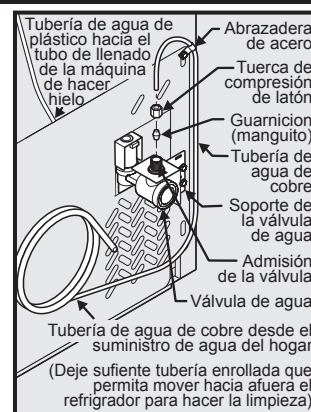
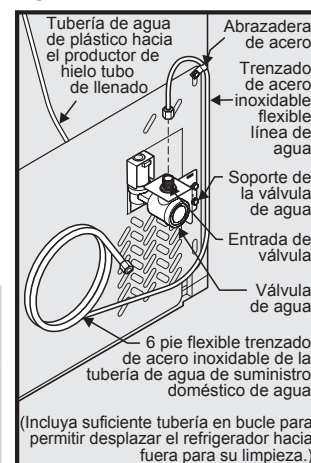

figura 1
figura 2
4. Si utiliza tuberías de cobre, deslice la tuerca de compresión de latón y la guarnición (manguito) en la tubería de suministro de agua. Inserte la tubería de agua en la admisión de la válvula de agua tan adentro como sea posible (1/4" / 6 mm). Inserte la guarnición (manguito) en la admisión de la válvula y apriete a mano la tuerca de compresión en la válvula. Apriete media vuelta adicional con una llave. NO apriete demasiado. **Vea la figura 1.** Si utiliza tubo de acero inoxidable flexible trenzado: la tuerca ya va montada en la tubería. Deslice la tuerca en la entrada de la válvula y apriete con el dedo la tuerca a la válvula. Apriete otra media vuelta con una llave; NO apriete excesivamente. **Vea la figura 2.**